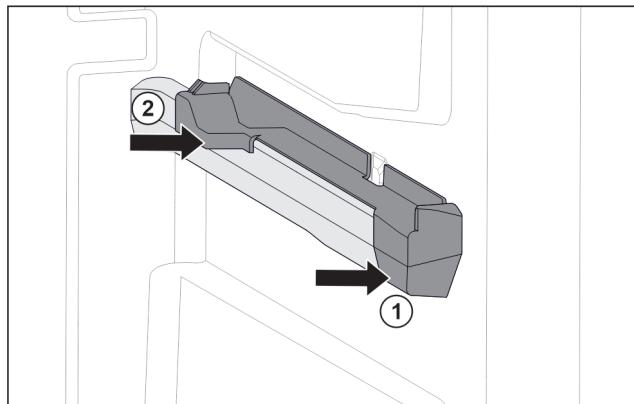

Fig. 109 Natični dio na desnom žlijebu spremnika
- ▶ Postavite natični dio sprijeda na žlijeb spremnika. Fig. 109 (1)
- ▶ Pritisnite natični dio straga. Fig. 109 (2)